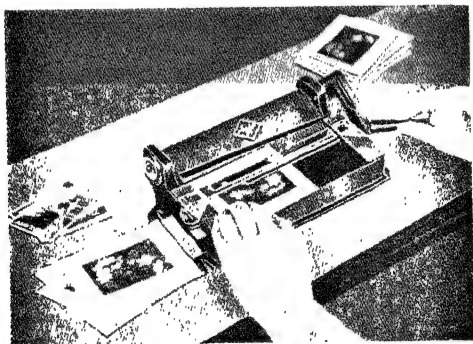
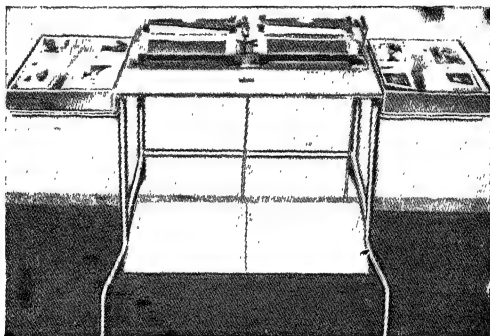

Abb. 134. Agfa-Schneidemaschine Nr. 761/764 (44)
Abb. 135. Agfa-Doppelschneidemaschine Nr. 556 (45)
Für das Schneiden schmaler oder breiter, Glatt- oder Büttentränder sind verstellbare Hand- oder Fußschneidemaschinen (44) notwendig. Schneidemaschinen (siehe Abb. 135 u. 136) mit Fußantrieb sind sehr leistungsfähig, weil die Hände für das Einführen, Ausrichten und Herausnehmen der Bilder frei sind und der Griff nach dem Schneidehebel (siehe Abb. 134) fortfällt.
Schneidemaschinen (siehe Abb. 134) ist beiderseitig feststellbar, wodurch schiefe Schnitte infolge Verschiebens des Lineals vermieden werden. Das durchsichtige Anlegelineal erleichtert das Anvisieren der Schnittlage; es kann mit Hilfe der beiderseitig angebrachten Millimeterskalen exakt auf jede gewünschte Randbreite eingestellt werden.